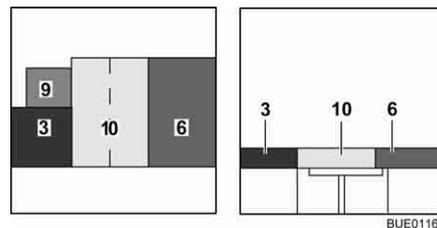

Bild 110 Nach dem Umbau
- Das Zusatzpolster (Bild 110,9) auf die Sitz-Verlängerung legen.
- Das Zusatzpolster (Bild 110,10) aufklappen und auf den Tisch legen.
- Das Rückenpolster (Bild 110,7) beiseite legen.